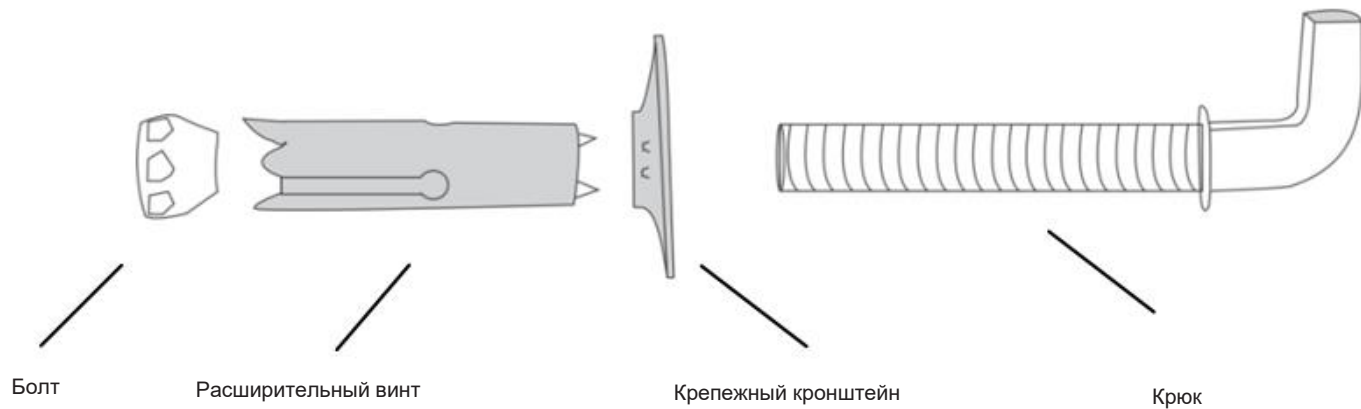

рис. 4
- Вставьте расширительные винты, переместите крюк в верхнее положение, затяните винты для надежной фиксации (рис. 4).